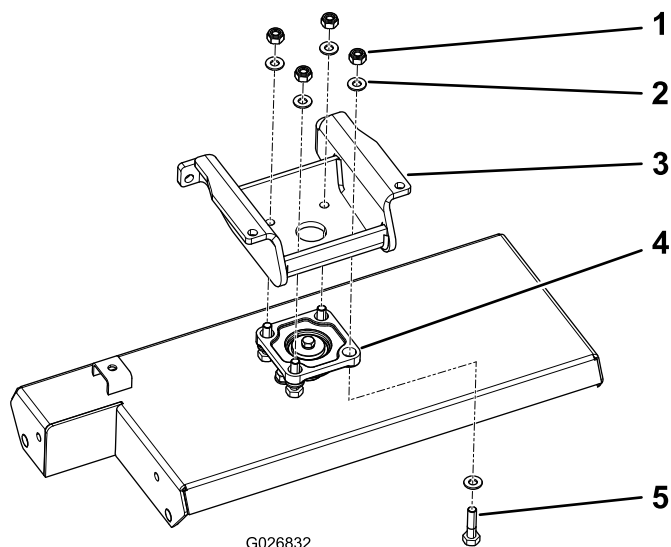

図 6
7. ボルト8本 M10 x 40 mm、ロックナット 8 個 M10、先ほど外したワッシャ 8 枚を使用して、新しいローラサポートを、先ほど取り外したローラベアリングとスージングローラに固定する 図 6。